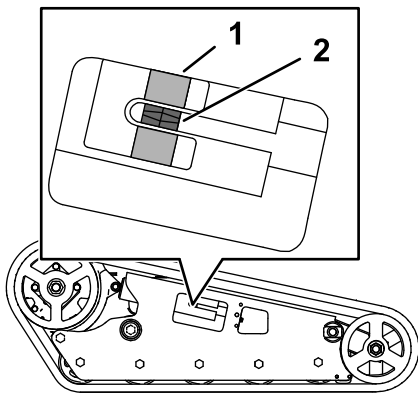

図 58
テンションブロックがデカルの緑色のガイドに整列していること、またはテンションチューブの槽の後端から 13 mm 離れていることを確認してください 図 58。
4. $\frac{1}{2}$ " のドライブラチェットを使用して、テンションねじを回して、テンションブロックをデカルの緑色のガイドに整列、またはテンションチューブの槽の後端から 13 mm の距離にセットする 図 58。
8. テンションブロックがデカルの緑色のガイドに整列していること、またはテンションチューブの後端から左右共に 13 mm 離れていることを確認してください 図 58。必要に応じて調整する。